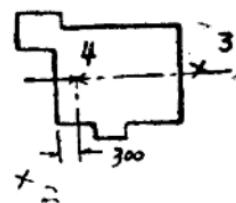

图 20
① 将吊装用三叉架豎起移正位置，使起重葫蘆放在离机尾300毫米左右的4公尺高空，并使三只脚与地面接触良好，不能滑动，保証安全。三只脚的位置如图20所示。
② 吊装风扇牆板及风扇（在裝箱和开箱时均未拆散），检查风扇叶方向及位置，締紧螺絲。
③ 分別吊装左右尘籠牆板，同时装上支持杆及牆板下擋档，固定位置。
④ 吊上网眼高速尘籠，先装下面两块衬料捆住尘籠。对准軸孔后穿入尘籠軸（注意軸头方向）。次将軸承座及軸承装上，校軸水平灵活，固定軸承座位置，而后校正尘籠两端与牆板之間隙左右一致，締紧法兰支头螺絲，最后装上尘籠衬料全部。
⑤ 装入尘籠牆板橫档及进棉口弧形导棉鐵皮板，校正弧形鐵板与尘籠之距离左右一致（一般为 $1/8''$ 左右）。
⑥ 将皮打手、法兰、鋼珠軸承、导棉板及鐵皮罩蓋組成后吊上，初緊两端法兰盘于牆板上。校正打手皮翼与高速尘籠之間距左右一致；皮打手軸